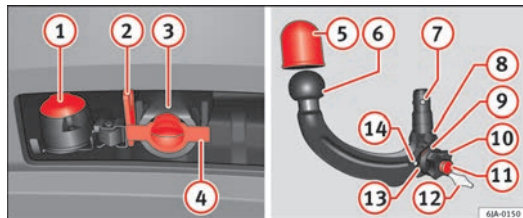

Abb. 114 Halterung der Anhängervorrichtung / Kugelkopfstange
Legende zu ⇒ Abb. 114
- Ziehen Sie den Verschlussstopfen der Öffnung der Klemmbuchse (4) ⇒ Abb. 114 nach unten ab.
- Setzen Sie den Verschlussstopfen der Öffnung der Klemmbuchse (4) ⇒ Abb. 114 auf.